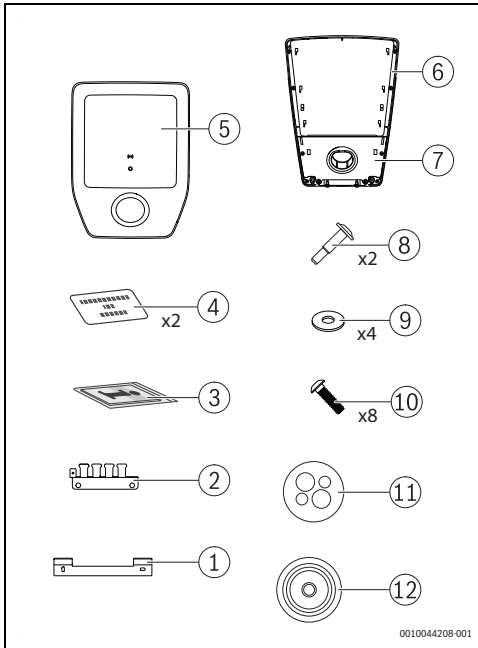

Bild 1 Lieferumfang
- ▶ Abdeckung [5] und Kappe mit dem Parkhalter [7] vorsichtig von der Logavolt abnehmen (→ Abb. 1, Seite 6).